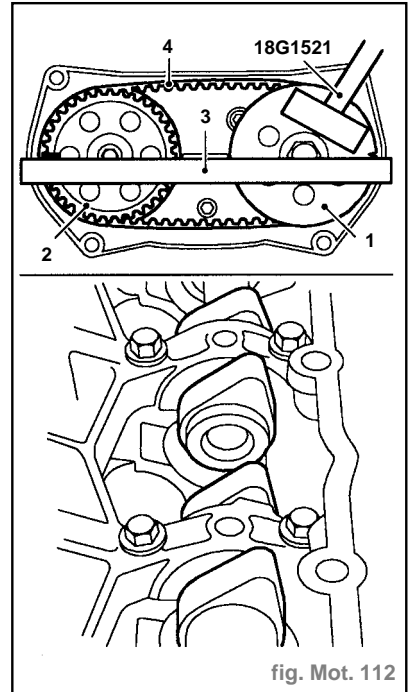

fig. Mot. 112
- Poser le pignon de distribution de l'arbre à cames d'admission arrière et installer le boulon, sans le serrer (1) (fig. Mot. 112).